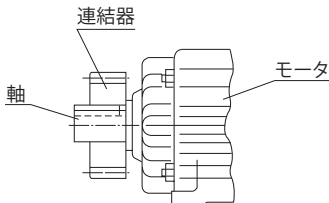
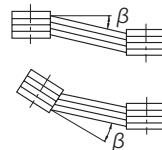

図 5-2
図 5-3
(2) チェーン・スプロケット、ギヤを使用する場合
- ・スプロケットやギヤの荷重作用点が、軸中央より本製品側へくるようにしてください。(図 5-2 参照)
(3) Vベルトを使用する場合
- ・両プーリー間の平行度、偏心度 β は 20° 以内としてください。(図 5-3 参照)